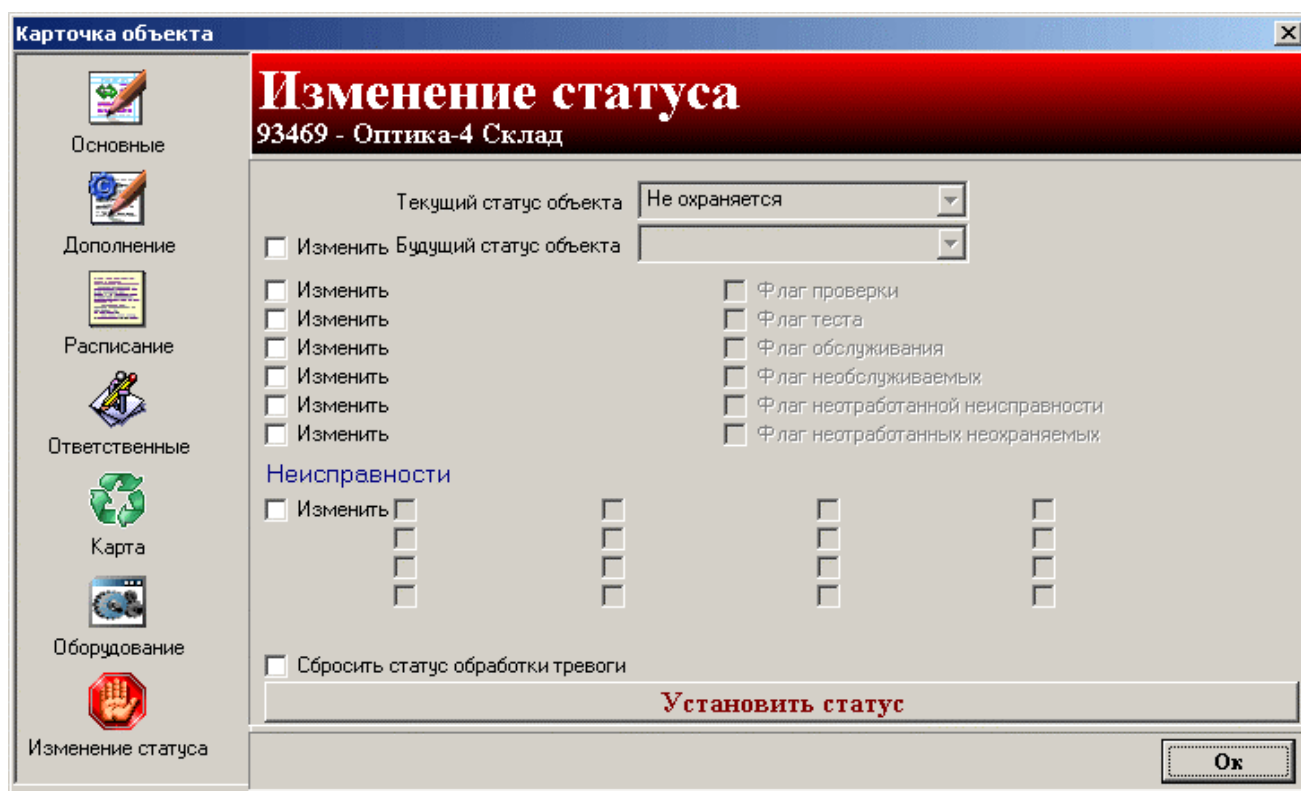

Рис. 4.12
- **Изменение статуса** - служит для текущего просмотра и коррекции следующих флагов состояния объекта(Рис. 4.12):